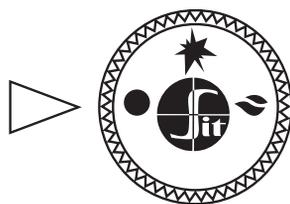

Рис. 9.
- 7.2. В исходном (выключенном) положении ручк управ ления н ходится в положении «**ТОЧК** » (рис. 9). Пилотн я и основные горелки пог шены (под ч г з к ним з блокиров н ).
- 7.5. **Выключение пп р т** производится путем поворот ручки в положение «**ТОЧК** » (рис. 9). При этом пилотн я и основные горелки (если горят) пог шнут.